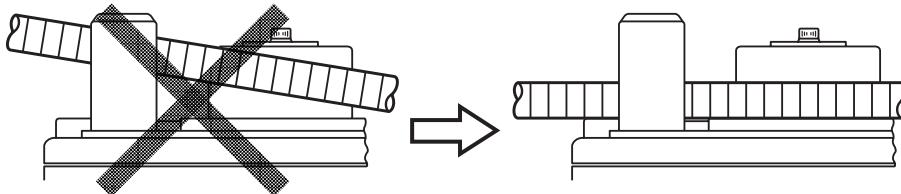

Fig. 17
- Placer la barre béton sur la plaque centrale et la régler de façon qu'elle soit à l'horizontale par rapport à la surface de la plaque tournante. Si le côté à cintrer de la barre béton est incliné vers le haut, la barre béton risque de se dégager du rouleau à cintrer pendant le cintrage et d'être projetée. (Fig. 17)